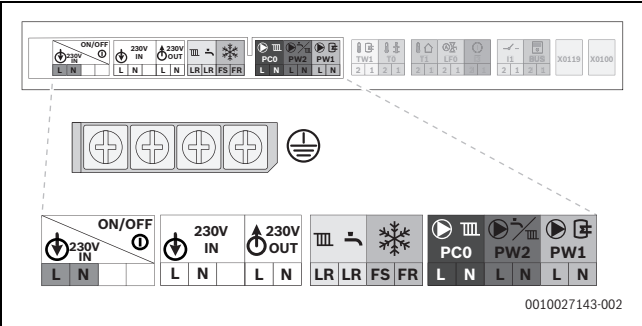
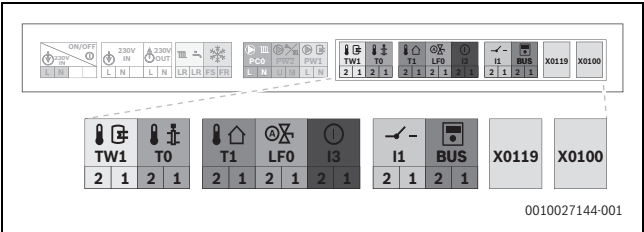

Bild 95 Netzspannungsbereich: Klemmleiste
Bild 96 Niederspannungsbereich: Klemmleiste
- Kabel an der Klemmleiste für externes Zubehör (→ Bild 95 und Bild 96) anschließen.